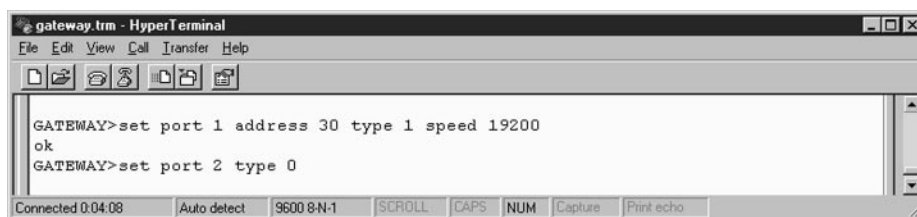

Figura 5-4: Configuración del tipo de puerto y de la velocidad de puerto en la herramienta de configuración de la puerta
10. Establezca el tipo de puerto y la velocidad de puerto para cada puerto que se vaya a utilizar (consulte la figura 5-4).